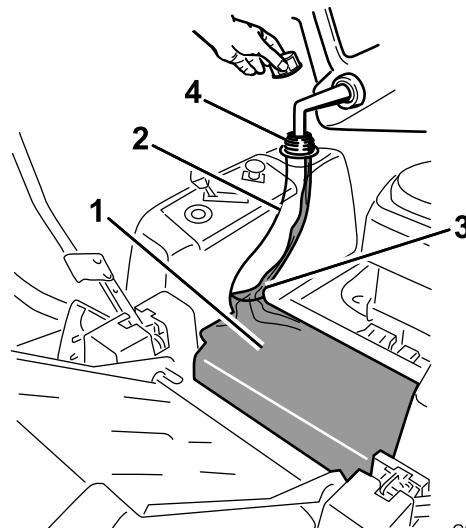

Bild 10
3. Füllen Sie bleifreies Normalbenzin in den Tank, bis ein Stand unterhalb des Randes des Einfüllstutzens erreicht ist (Bild 10). Dieser Platz im Füllstutzen des Tanks ermöglicht eine Ausdehnung des Benzins. Füllen Sie den Kraftstofftank nicht ganz auf.